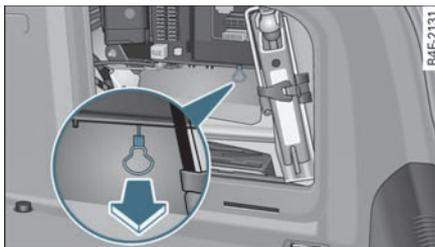

图 227 行李箱：油箱盖板应急开锁
- 按箭头方向拉动圆环，将油箱盖板开锁 => 图 227。■